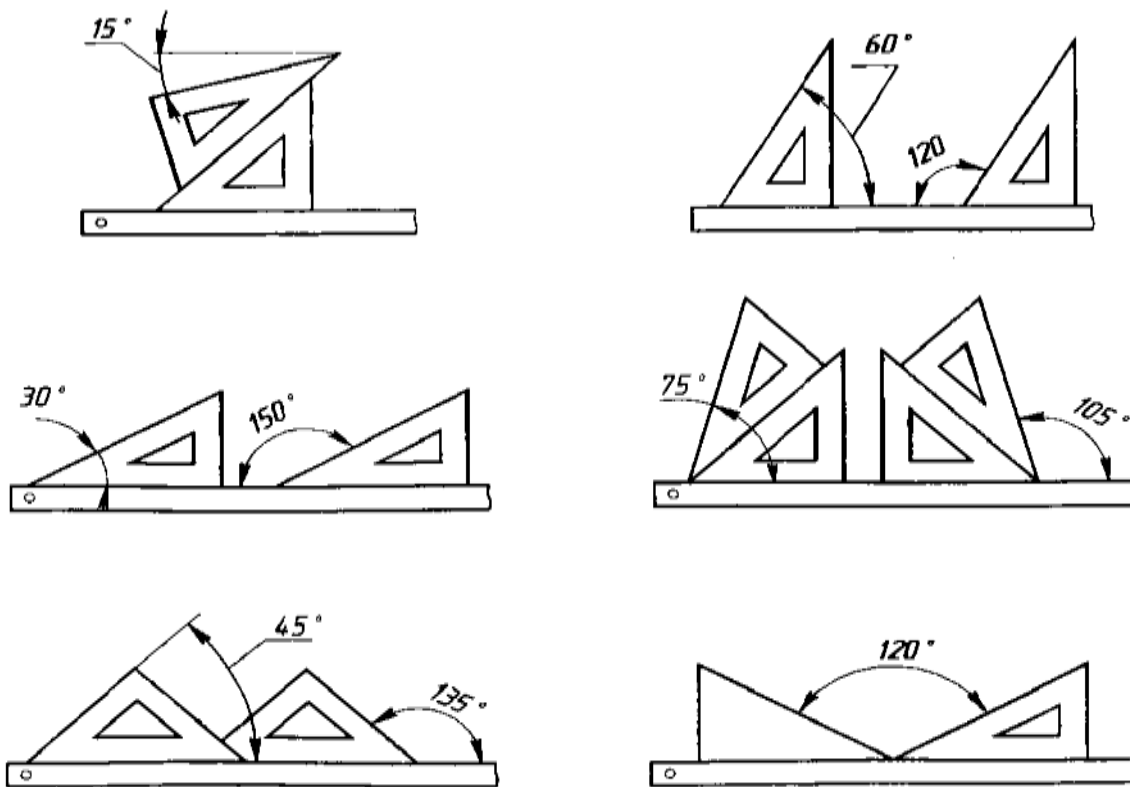

Рис. 19. Построение углов с помощью двух угольников
**Построение углов.** Углы можно строить на чертеже с помощью двух угольников (одного с углами  $45^{\circ}$  и другого с углами  $30^{\circ}$  и  $60^{\circ}$ ) (рис. 19) или транспортира.
На рис. 19 показано, как при различных положениях угольников на линейке можно строить углы  $30^{\circ}$  ( $150^{\circ}$ ),  $60^{\circ}$  ( $120^{\circ}$ ) и  $45^{\circ}$  ( $135^{\circ}$ ). Углы  $75^{\circ}$  ( $105^{\circ}$ ) и другие строятся при использовании одновременно двух угольников.